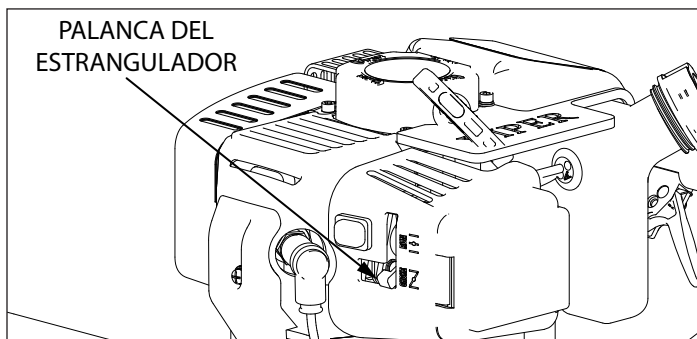

Figura 3
1. Antes de retirar la cubierta del filtro de aire, mueva la palanca del estrangulador hacia la posición Estrangular. **CONSULTE LA FIGURA 3.**